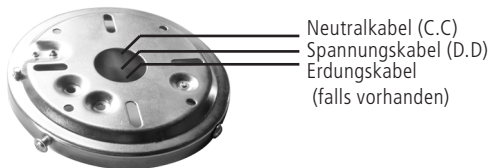

Abbildung 2
- Führen Sie die Kabel des elektrischen Stromkreises des Hauses durch das Loch des Elements **5**, wie in der Abbildung 2 gezeigt.